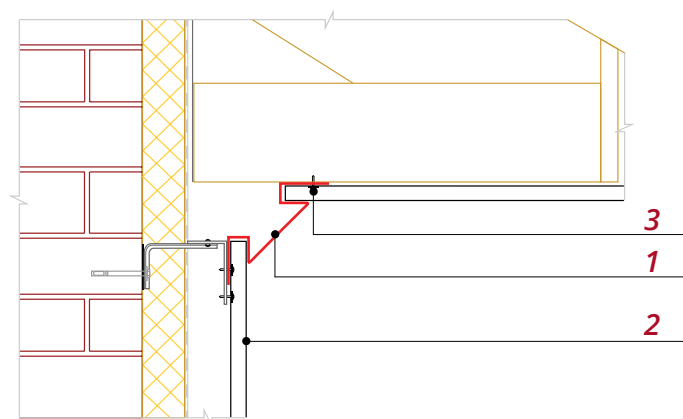

Рис. 6
3. Более эстетичным вариантом перехода является вариант с использованием Планки угла внутреннего сложного (рис. 6).